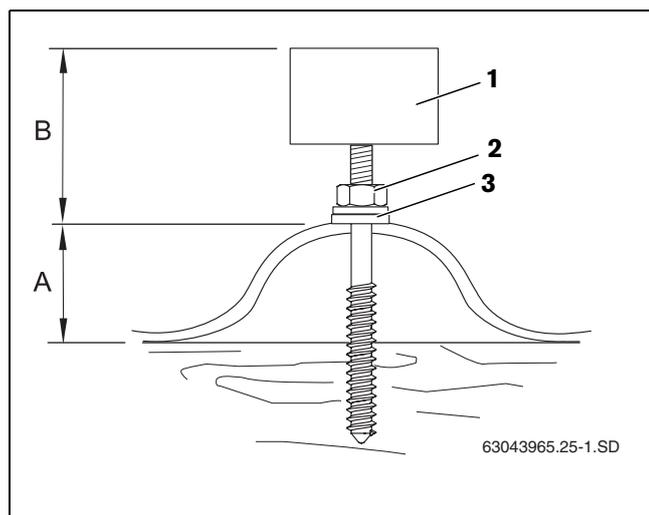

Fig. 23 Sequenza di montaggio delle viti prigioniere
Durante l'avvitamento delle viti filettate fare attenzione che la distanza B (tab. 7 e fig. 23) sia uguale per tutte le viti filettate.
- Serrare il dado (fig. 23, [2]) finché la rondella di tenuta (fig. 23, [3]) non poggi completamente sul tetto.